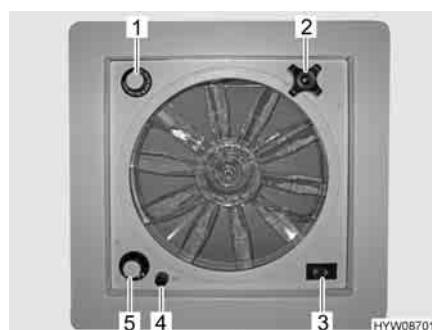

Fig. 70 Oblò con ventilatore
► Un fusibile da 4 A (Fig. 70,4) protegge da sovraccarico il motore del ventilatore. Se si verifica un sovraccarico: Individuare per prima cosa la causa (ad es. il ventilatore è sporco), poi sostituire il fusibile.
Apertura oblò: ■ Ruotare la maniglia girevole (Fig. 70,2), finché non si raggiunge l'angolo di apertura desiderato.
Aerazione/sfiato: ■ Portare l'interruttore a levetta (Fig. 70,3) su "Aerazione" (flusso d'aria dall'esterno verso l'interno) o "Sfiato" (flusso d'aria dall'interno verso l'esterno).
- Portare l'interruttore a levetta (Fig. 70,3) sulla posizione centrale.
- Posizionare l'interruttore girevole (Fig. 70,5) sul grado desiderato:
- Ruotare il termostato (Fig. 70,1) fino alla battuta in direzione "blu".